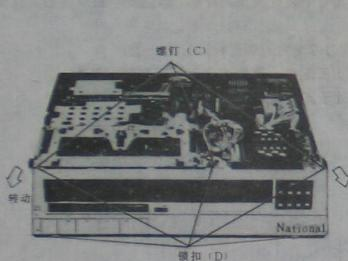

图 1-7 拆卸前面板
(1) 参看图 1-7, 旋出 3 个螺钉 (C), 打开 6 个锁扣 (D)。然后, 抓住前面板的顶端向机器的前面 (如图中箭头所示方向) 转动, 就可拆卸下前面板。
(2) 当录象机前面板的顶端向前转动、拆卸下前面板时, 应在其底下放置一块软垫, 以免对机器造成损伤。